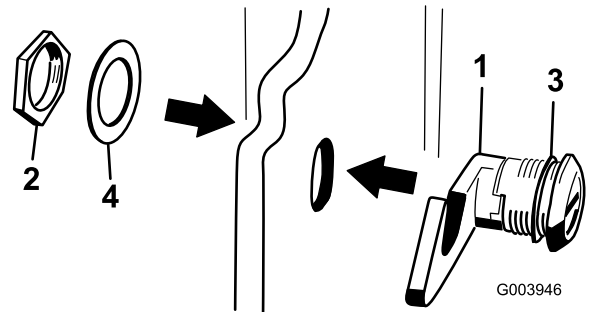

図 16
3. フードラッチアセンブリからナットを取り外す 図 16。